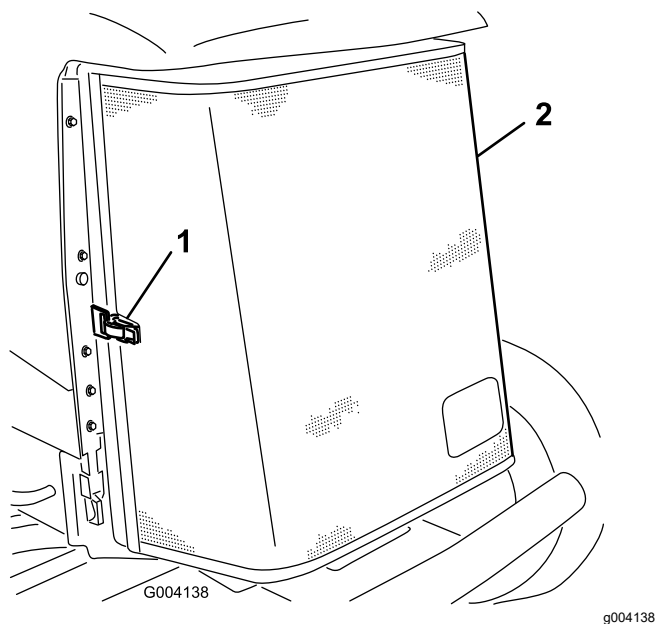

Figure 85
3. Déverrouillez l'attache et ouvrez la grille arrière (Figure 85).